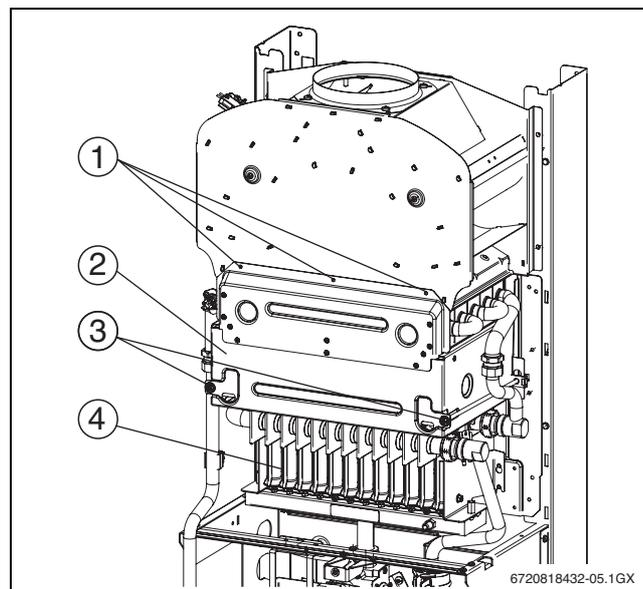

Fig. 48 Ouvrir la chambre de combustion
- ▶ Dévisser les trois vis du haut (→ fig. 48, [1]) et les deux vis du bas [3].
- Retirer la chambre de combustion (→ fig. 48).